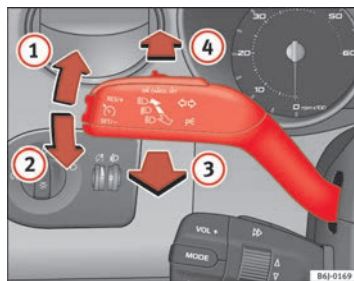

Fig. 57 Leva degli indicatori di direzione e degli abbaglianti
- Spingere la leva verso l'alto (fino al riscontro) ⇒ fig. 57 ① se si vuole mettere la freccia **a destra**; verso il basso ② invece, per mettere la freccia **a sinistra**.
⇒ pag. 102, fig. 57 **4**.